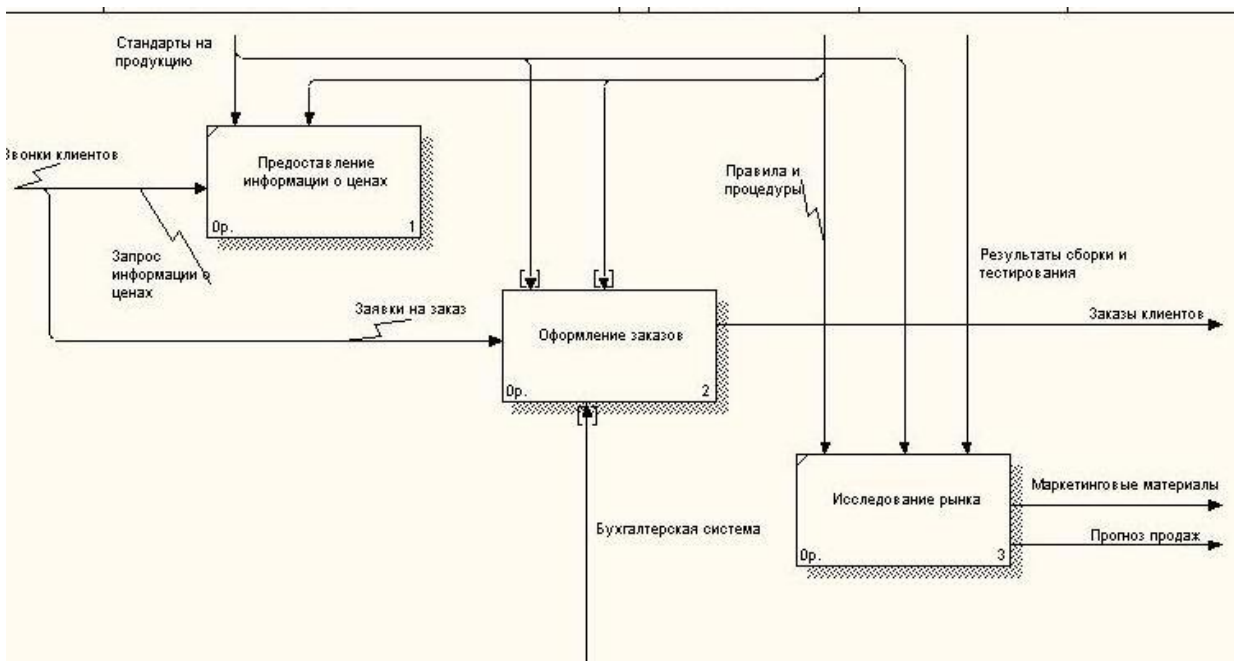

Рис. 9.3. Работа "Оформление заказов" на диаграмме A2
1.9. На родительской диаграмме A2 тоннелируйте (Change to Tunnel) стрелки, подходящие и исходящие из работы **"Оформление заказов"** (рис. 9.3).